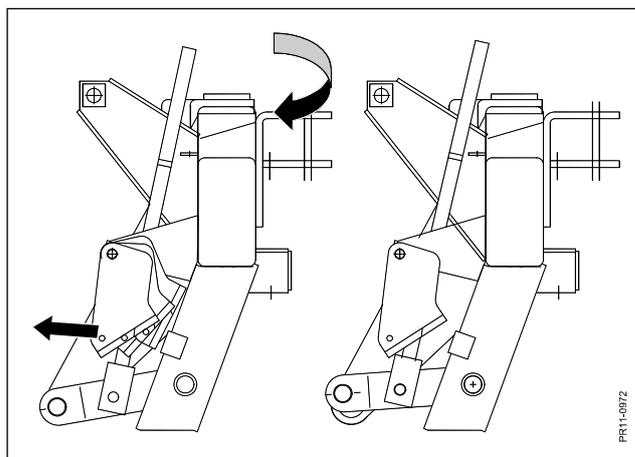

Fig. 3-2
- Fig. 3-2 Avant de pivoter la machine de la position travail et vers l'arrière, bloquer la sécurité de stationnement à l'aide de la corde.
- Fig. 3-2 1) Avant de pivoter la machine de la position travail et vers l'arrière, bloquer la sécurité de stationnement à l'aide de la corde.